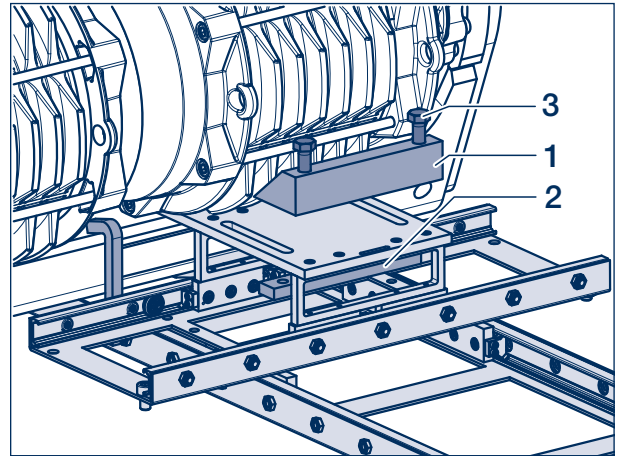

Figure 13
[16] Monter le support avant (1) sur le dispositif de montage à l'aide de 2 vis à tête six pans (3, taille 19) et de la tige de fixation (2) (voir figure 13).
- [32] Desserrer les vis de serrage (4) du dispositif de montage et retirer le dispositif du corps d'essieu ; le cas échéant, démonter le support avant (voir figure 13).